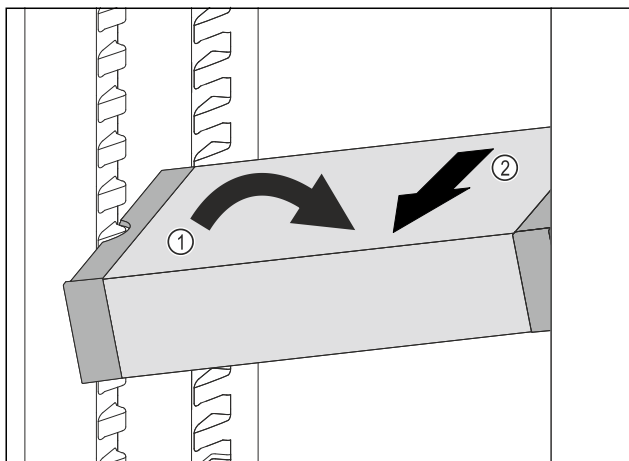

Fig. 128
- VarioSafe in het koelgedeelte schuin zetten. Fig. 128 (1)
- VarioSafe naar voren toe verwijderen. Fig. 128 (2)